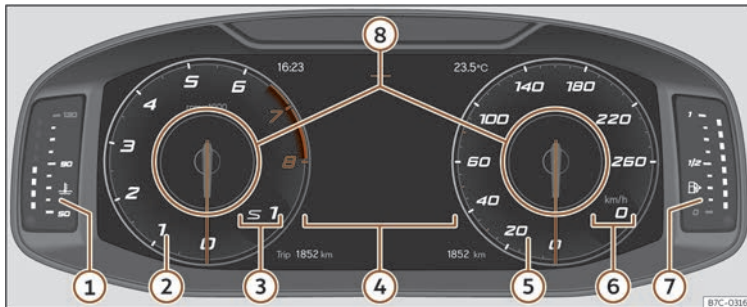

Fig. 50 Digital Cockpit al tauler d'instruments (vista clàssica).
En totes les vistes es té la possibilitat de personalitzar la informació que apareix a **Perfils d'informació**»» **fig. 50 ⑧**.
Les agulles de revolucions per minut i velocímetre apareixen amb tota la longitud >>> **fig. 50.**